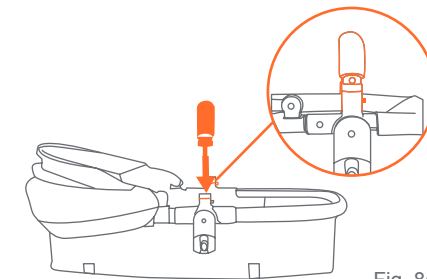

Fig. 8a
- 8) • Fixez la barre de pare-chocs en alignant les dispositifs d'ancrage avec les fentes sur le siège. Poussez-la jusqu'à ce qu'elle se mette en place avec un clic (Fig. 8a).